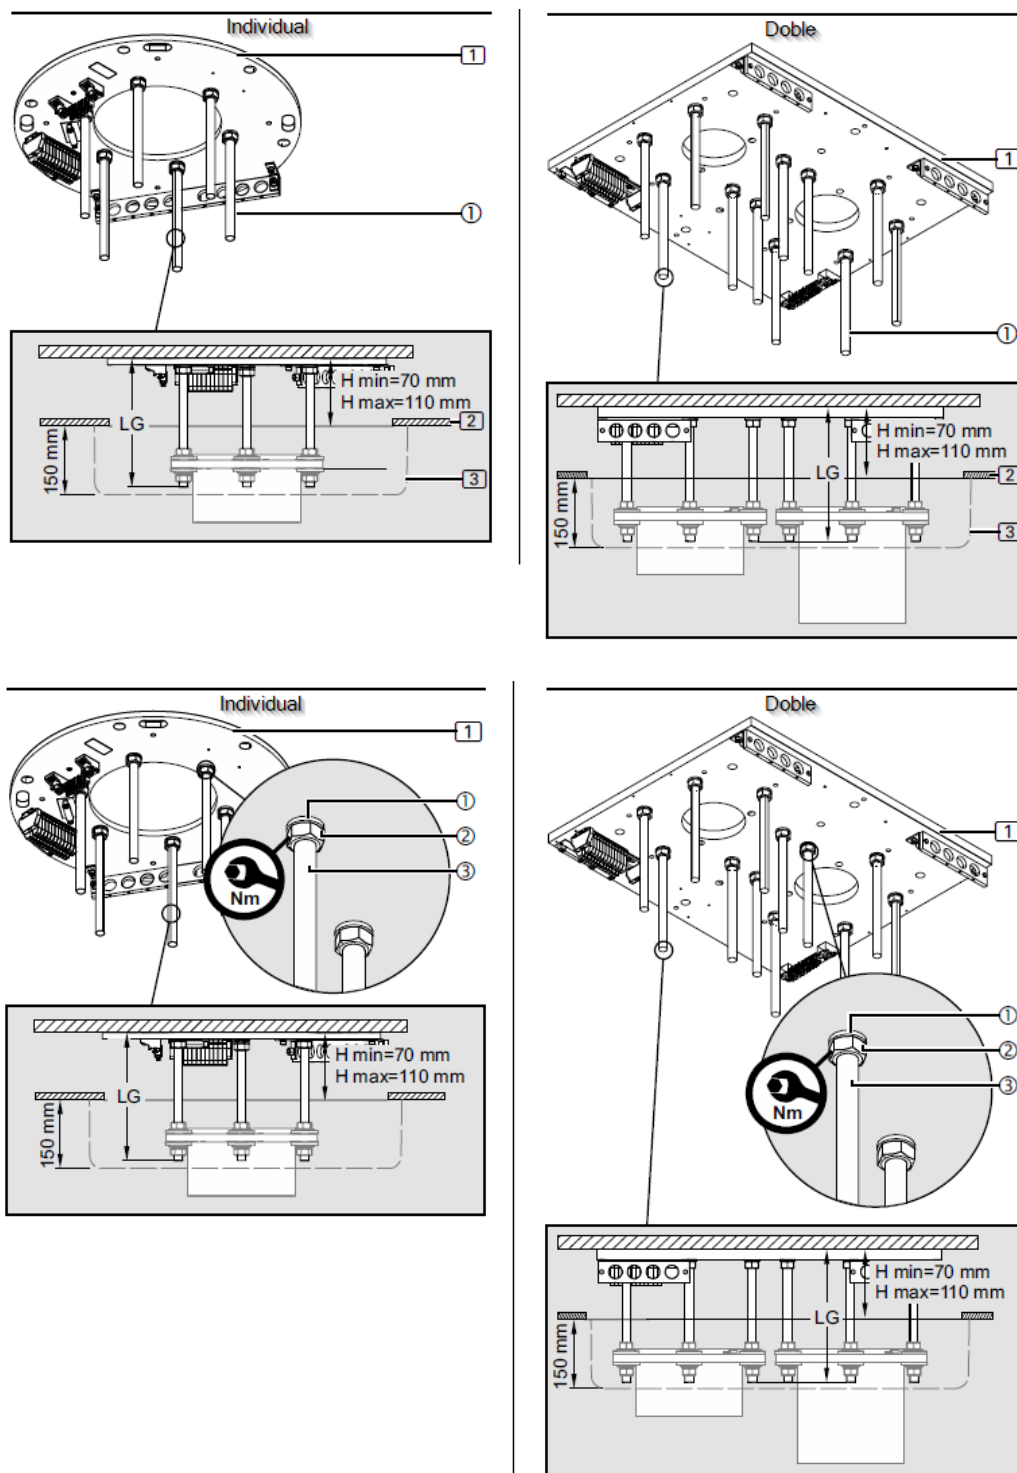

Fig. 17 Montaje de placa de interfaz con falso techo
- El embellecedor de techo (3) se montará más tarde a ras del techo y cubre la brida del tubo del techo.
- La longitud necesaria de los pernos roscados M16 x 330 mm (1) depende de la distancia H: desde el techo hasta el borde inferior del techo intermedio 2.
- Tenga en cuenta la longitud mínima y máxima de los tornillos roscados M16 x 330 mm (1).
- Para el embellecedor de techo (3), que tiene una altura de 150 mm, los pernos roscados de 6/12 M16 x 330 mm (3) deben cortarse según se indica en Fig. 17.
- Para determinar la longitud LG de los tornillos roscados (1), $LG=H +135\text{mm}$ (mín. 205mm / máx. 245mm)
- Quite las rebabas ligeramente de los pernos roscados M16 x 330 mm (1) para garantizar el máximo encaje de la rosca en la placa de interfaz (1).
- Enrosque 1 tuerca hexagonal M16 (2) en cada uno en los pernos roscados M16 (3) y luego coloque 1 arandela elástica (1) en cada uno.